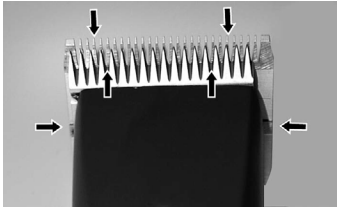

図 22
うまく毛刈りができるように、またバリカンとバリカンヘッドの耐久性を高める為に上下の刃の間に薄いオイルコートを施す必要があります(図22)。
- ▶ 毛刈り中に刃へ十分な潤滑を(15分間隔で)行い、洗い流さないでください(図22)。
使用前、使用中、使用後に刃へオイルを注油してください。刃に縞模様が出たり刃のスピードが落ちた時は注油の必要があります。刃の上に数滴横に垂らします(図22を参照)。余分なオイルは滑らかな布等で拭き取ってください。潤滑スプレーでは良好な潤滑には足りませんが冷却する役割は果たします。怪我を避ける為に損傷した刃は早急に交換してください。